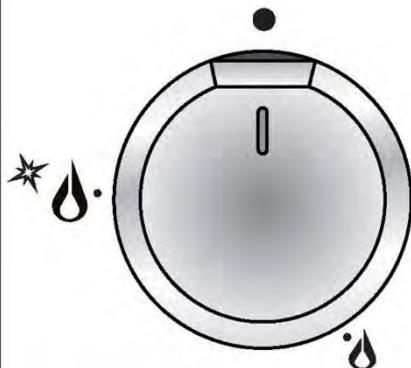

Fig. 2.1
Debitul de gaz către arzătoare se reglează prin rotirea butoanelor (ilustrate în fig. 2.1) care controlează supapele de siguranță.
1. Apăsați butonul corespunzător și roțiți în sens invers acelor de ceasornic (fig. 2.2) până la poziția de flacără maximă marcată prin simbolul (fig. 2.1); țineți butonul apăsat până când flacără a fost aprinsă. În cazul unei pene de curent, aprindeți arzătorul cu un chibrit sau o lumânare aprinsă.